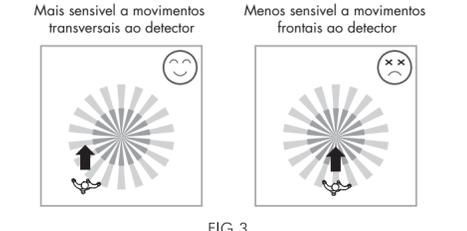

FIG.3
3.1.2 Preste atenção à direção do movimento quando testa o funcionamento do detector. É mais sensível a detectar movimentos transversais do que que a detectar movimentos frontais (isto reduz o alcance do detector, ver FIG.3).